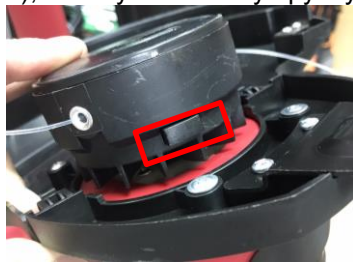

Рис. 1
- отключить электротриммер от сети, извлечь леску путём нажатия кнопки на триммерной головке (см. **Рис. 1**), потянуть за леску вручную: